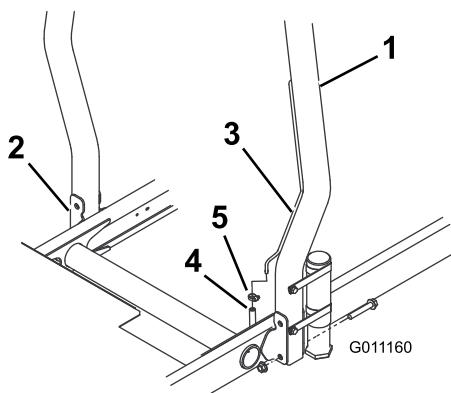

Figura 12
- Baje la barra anti-vuelco sobre los soportes de montaje de la unidad de tracción, alineando los taladros de montaje. Asegúrese de que el tubo de ventilación de la barra anti-vuelco está en el lado izquierdo de la máquina (Figura 12).
2. Fije cada lado de la barra anti-vuelco a los soportes de montaje con 2 pernos y contratuerca (Figura 12). Apriete las fijaciones a 81 N·m.